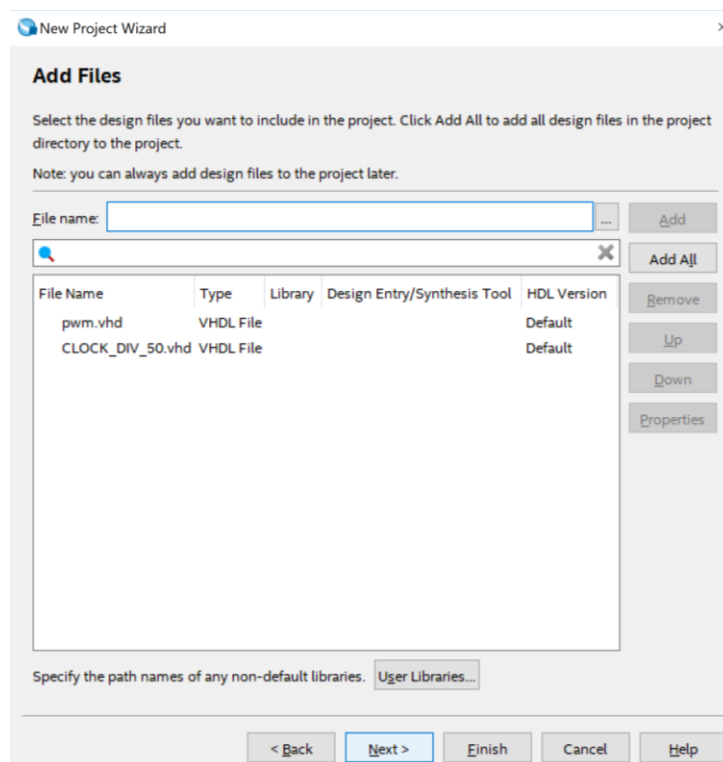

Figura 7. Adhesión de archivos.
6. Se mostrará la ventana para adhesión de archivos. En esa ventana seleccione la opción **Add All**, para que se agreguen todos los archivos que fueron copiados a la carpeta del proyecto y que se realizó en el procedimiento 1. En la Figura 7 se observan los archivos añadidos. Por último, haga clic en **Next**.